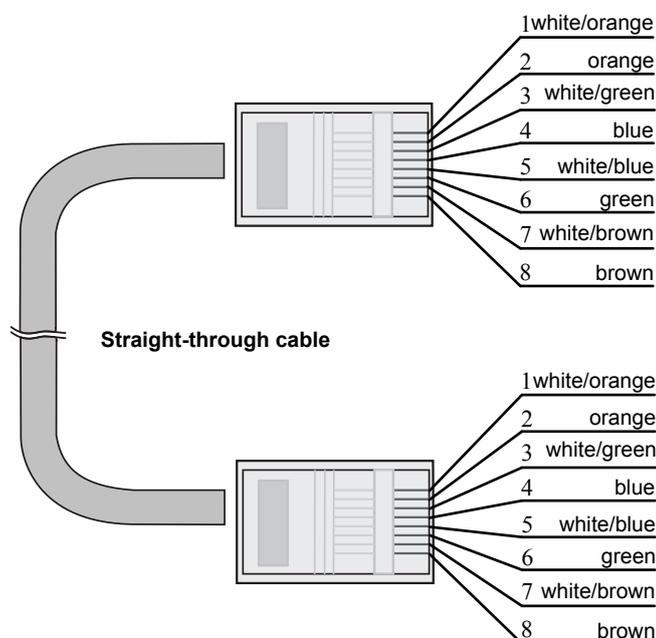

図 5-2 ストレートケーブル
- ストレートケーブル: 図 5-2で示すように両端のピン配置は、568B 規格に従います。